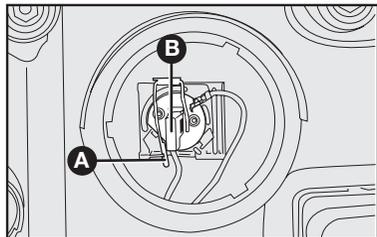

fig. 36
2) Soltar o conector **B-fig. 36**;
3) Apertar para baixo a presilha **A-fig. 36**, abrindo-a lateralmente;
5) Posicionar a nova lâmpada em seu alojamento, reenganchar a presilha de fixação **A-fig. 36** e encaixar o conector **B-fig. 36**;